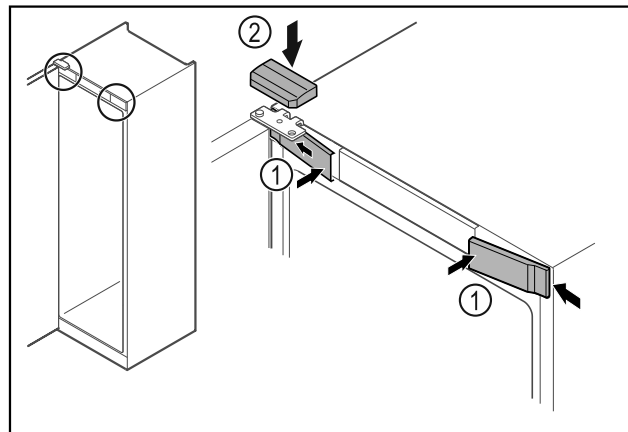

Fig. 49 *
- ▶ Obesite sprednje pokrove Fig. 49 (1) na stran in jih zaskočite.*
- ▶ Zgornji pokrov Fig. 49 (2) namestite z zgornje strani.*